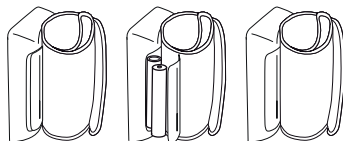

Fig. 1
- Abra la tapa del compartimento de las pilas situado en la parte inferior del aparato (véase fig. 1). Introduzca las pilas (véase el capítulo 12 "Datos técnicos"). Compruebe que se introducen con la polaridad correcta ("+" y "-"). Cierre el compartimento de las pilas. **12 h** o **24 h** parpadea en la pantalla. Ajuste ahora la fecha y la hora como se describe abajo.